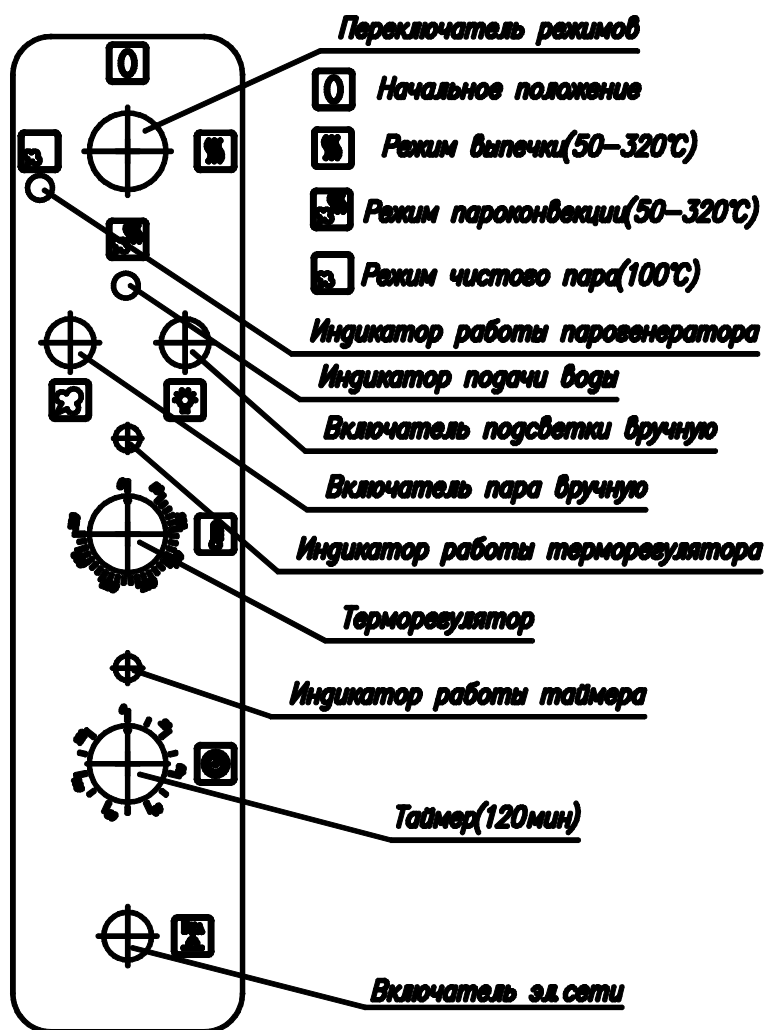

Рис. 1
5.1. Элементы управления указаны на рис.1. Основные части изделия указаны на рис.2 и перечислены в таблице 1.
- 7.5. Подсоединить заземление корпуса установки (22) рис.1 к заземляющему контуру помещения согласно ГОСТ 27570.0-87.
- 8.3. Установка работает в трех режимах приготовления пищи, режимы задаются с помощью элементов управления см.рис.1.
- 8.4.1. Включить подачу электрического тока, нажав выключатель электросети (см. рис.1).
- 8.5.1. Включить подачу электрического тока, нажав выключатель электросети (см.рис.1).
8.6.1. Включить подачу электрического тока, нажав выключатель электросети (см.рис.1).
автоматически отключаются, гаснет индикатор работы парогенератора и загорается индикатор подачи воды рис.1.